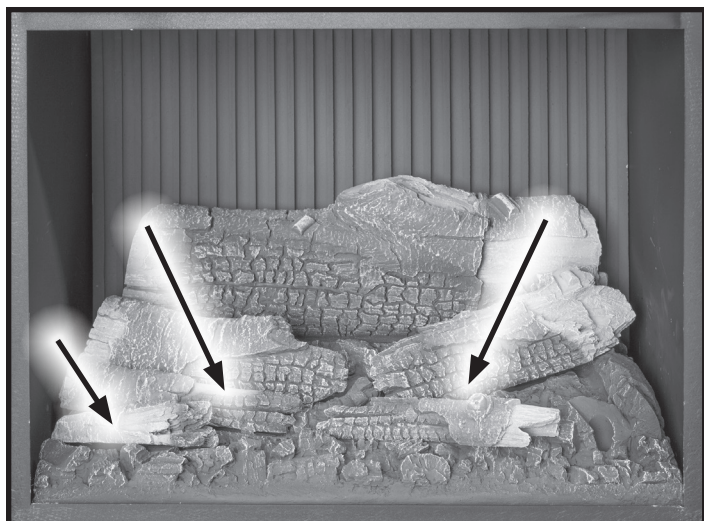

Figure 50. Bûches de lit de braises avant.
5. Installez les trois bûches avant du lit de braises comme illustré à la figure 50. Notez les